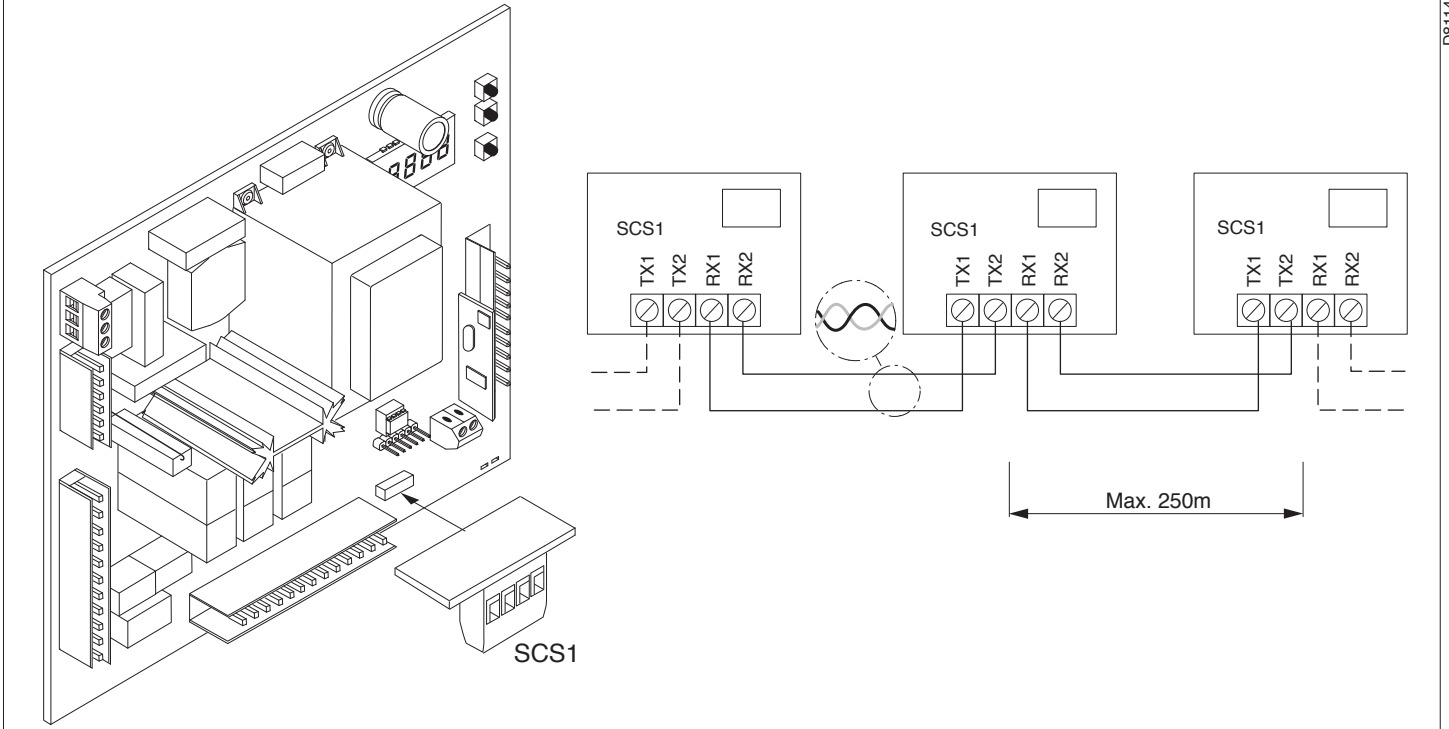

Fig. 6
11.1) Vantaux coulissant opposés (Fig.6)